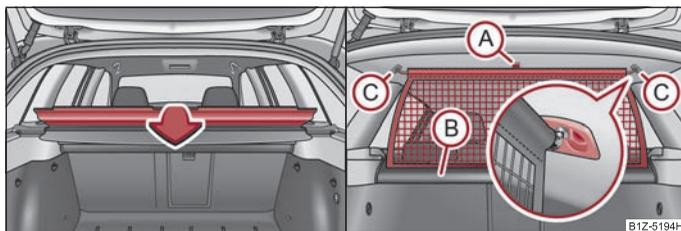

Fig. 76 Rabattre le couvercle du vide-poches / sortir le filet de séparation pour bagages
- Rabattez le couvercle du vide-poches derrière les sièges arrière ⇒ fig. 76 - à gauche.
- Sortez le filet de séparation pour bagages du boîtier (B) au niveau de la bride (A) pour le tirer en direction des supports (C).
- Mettez la tige transversale dans un des supports (C) et poussez-la vers l'avant.
- De la même manière, fixez la tige transversale de l'autre côté du véhicule, appui (C).
- Rabattez le couvercle du vide-poches derrière les sièges arrière ⇒ fig. 76.
- Tirez la tige transversale un peu vers l'arrière d'abord sur un côté puis sur l'autre et enlever la tige transversale des supports (C).
- **Maintenez** la tige transversale de sorte que le filet de séparation s'enroule lentement dans le boîtier (B) sans s'abîmer.